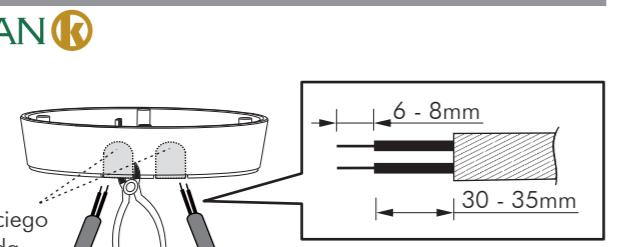

FIG.13
3.4.3.2 Para alimentar los cables de fuente de alimentación de CA a través del lado de la caja de conexiones, utilice los alicates de corte para romper los orificios ciegos de entrada de cable en el lado de la caja de conexiones, luego inserte los cables en la caja de conexiones, y alíntense a través de ella. Pele los cables de 6 a 8 mm del revestimiento para el cableado (Ver FIG.13).